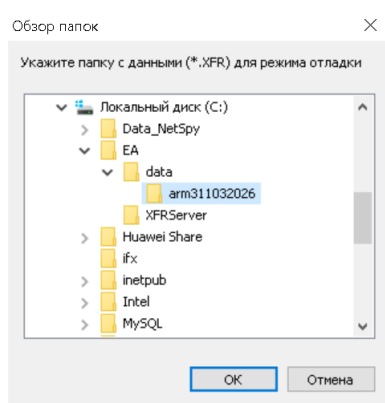

Рисунок 8.1 – Окно выбора исторических данных ПО «LEAKSPY(NT)»
После запуска появится окно ПО «LeakSpy (NT)», и для продолжения работы необходимо выполнить выбор папки с данными. В дереве каталогов следует выбрать конечную папку, содержащую суточные данные (Рис. 8.1).